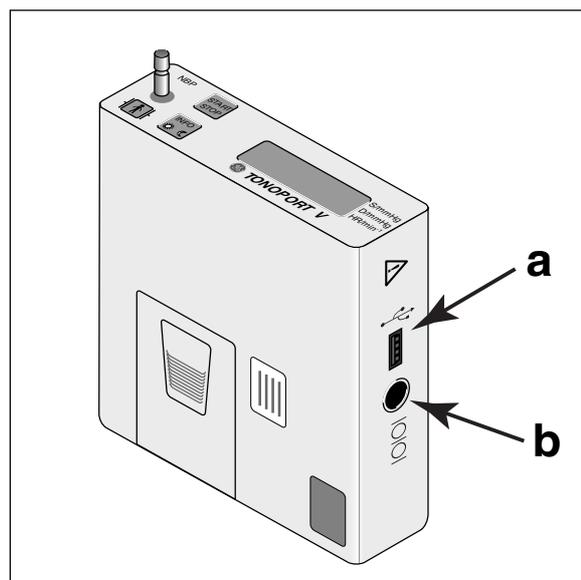

Рис. 5-1. Гнезда для подключения ПК и (или) принтера:
- с помощью кабеля 2001589-040, если используется USB-порт монитора TONOPORT V (**a**, рис. 5-1);
- с помощью кабеля 2001589-011, если используется последовательный порт монитора TONOPORT V (**b**, рис. 5-1).
- Подключите кабель для соединения монитора TONOPORT V с принтером к порту **b** (рис. 5-1) монитора TONOPORT V и к принтеру.
Если будет использоваться последовательный порт монитора TONOPORT V (b, рис. 5-1), процесс установки на этом заканчивается. Чтобы использовать USB-порт монитора TONOPORT V (a, рис. 5-1), необходимо сначала установить драйвер USB и проверить соединение, как описано ниже.